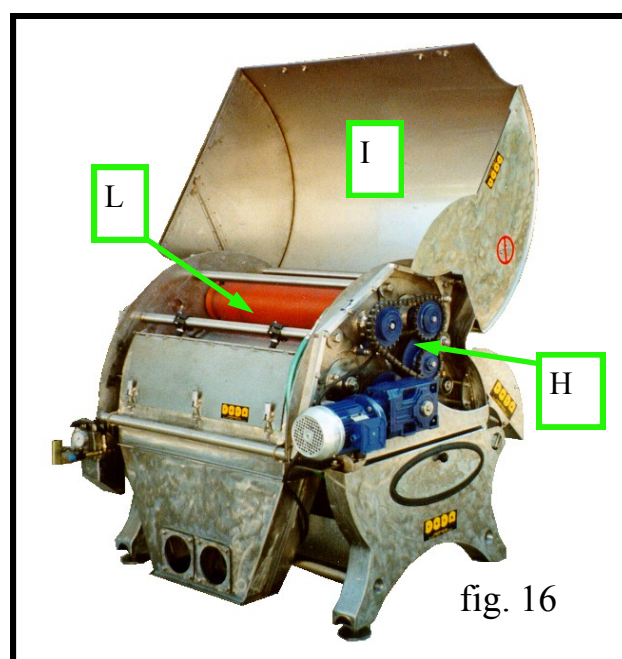

fig. 16
- Sollevare il carter **I** fig. 16 e ingrassare le catene di trasmissione laterali **H** di entrambe le fiancate.
- Sollevare il carter **I** fig. 16.